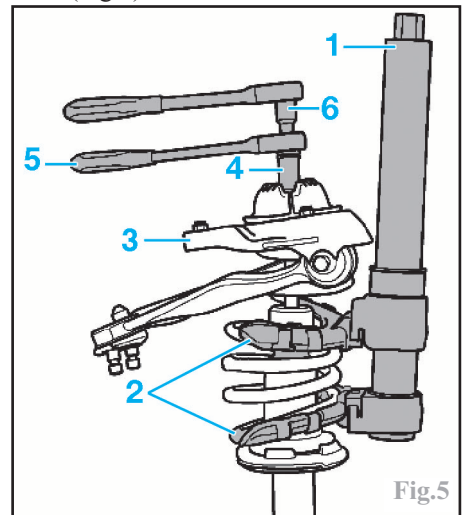

Fig.5
À l'aide d'un compresseur de ressort universel (1) muni de coupelles appropriées (2), comprimer le ressort jusqu'à ce que la coupelle supérieure (3) du ressort soit libre (Fig.5).